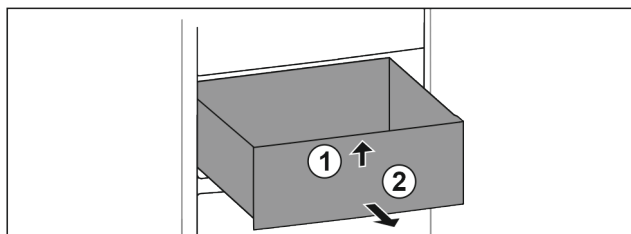

Fig. 62
- ▶ Приподнимите выдвижной ящик спереди. Fig. 62 (1)
- ▶ Извлеките выдвижной ящик движением вперед. Fig. 62 (2)